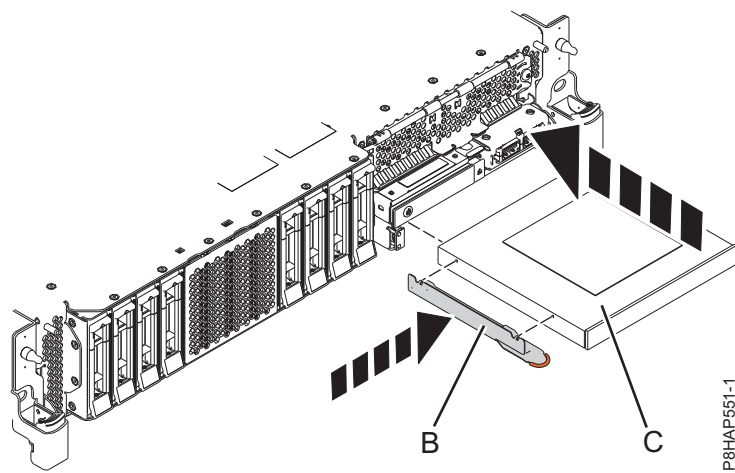
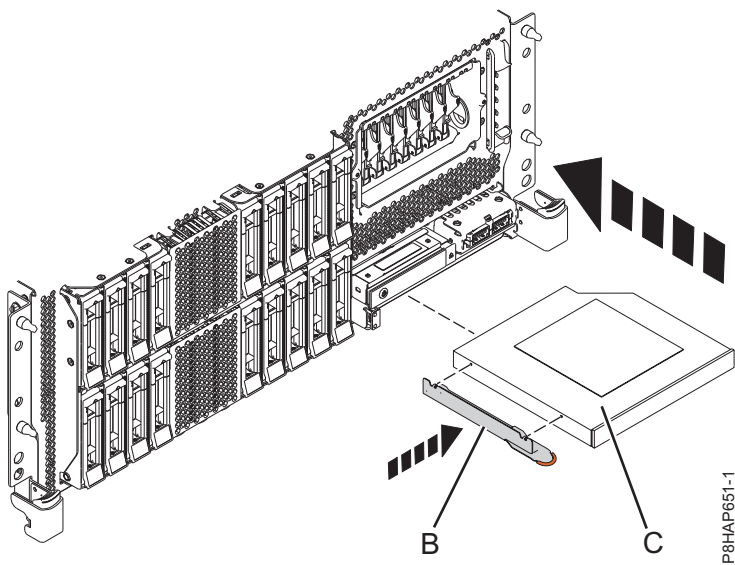
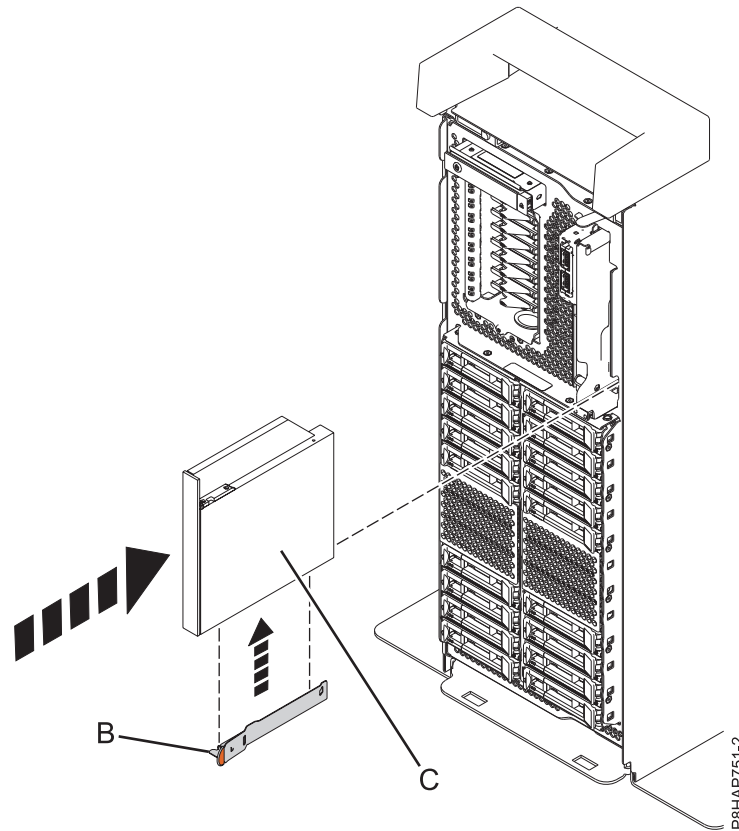

Figure 16. Installation d'une unité de stockage extra-plate sur un système 5148-21L, 5148-22L, 8247-21L, 8247-22L, 8284-21A, ou 8284-22A
Figure 17. Installation d'une unité de stockage extra-plate sur un système 8247-42L, 8286-41A ou 8286-42A monté en armoire
Figure 18. Installation d'une unité de stockage extra-plate sur un système autonome
5. Fixez le crochet de fixation (**B**) sur la nouvelle unité de stockage extra-plate, comme illustré dans figure 16, à la page 22 pour un système 5148-21L, 5148-22L, 8247-21L, 8247-22L, 8284-21A, ou 8284-22A, figure 17, à la page 22 pour un système 8247-42L, 8286-41A ou 8286-42A, ou figure 18, à la page 23 pour un système 8286-41A autonome.
Pour un système 8284-21A ou 8284-22A, voir figure 16, à la page 22, pour un système 8247-42L, 8286-41A ou 8286-42A monté en armoire, voir figure 17, à la page 22, ou pour un système 8286-41A autonome, voir figure 18, à la page 23.